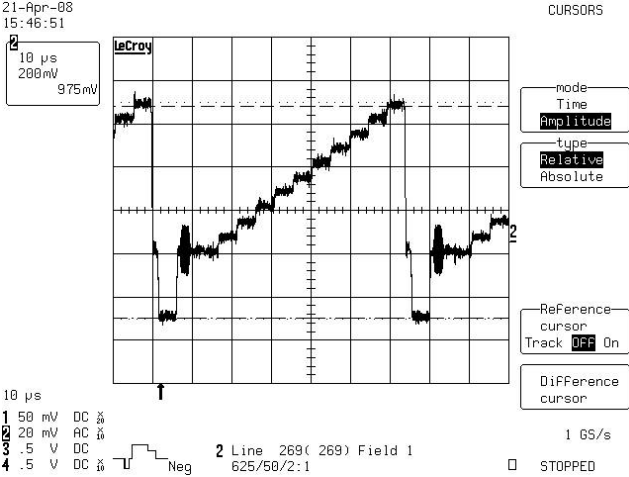

图 21 射频 11 灰阶信号波形
2、射频输入 11 灰阶信号，高频头 U27 第 6、7 脚输出中频信号，经过后端一系列处理后，插座 J12 AV-VOUT 全电视信号波形如图 21 所示。